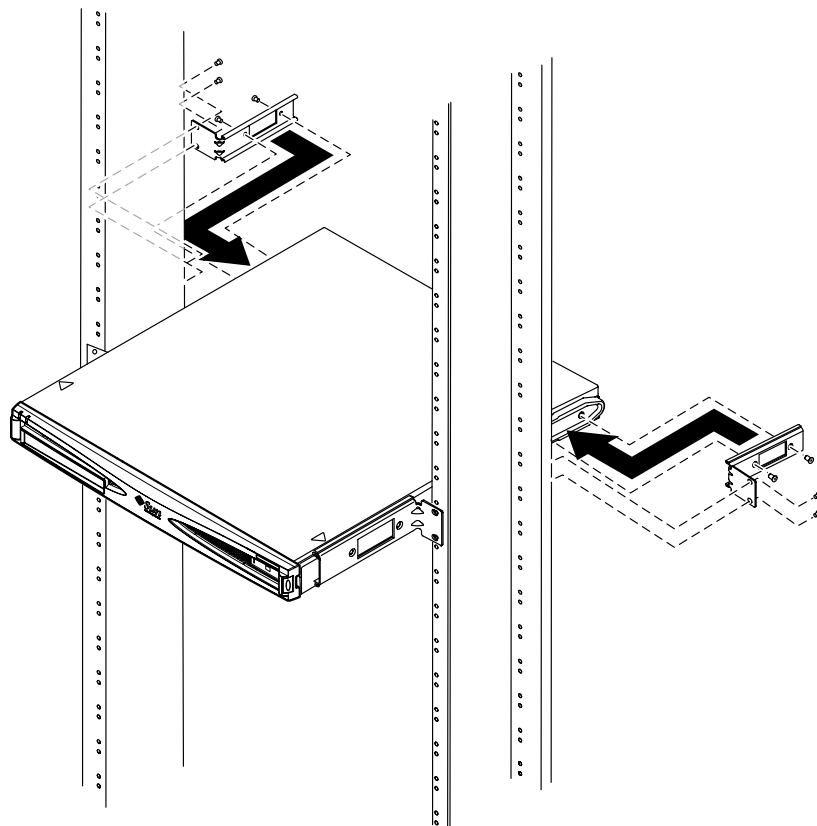

図 5-12 2 ポストラックに取り付けられたサーバー
5. 付属のプラスの皿頭ねじを使用して、本体左右側面の背面側に 2 つの固定金具を取り付けます。2 つのタップ穴に固定金具を合わせて、取り付けます (図 5-12 を参照)。